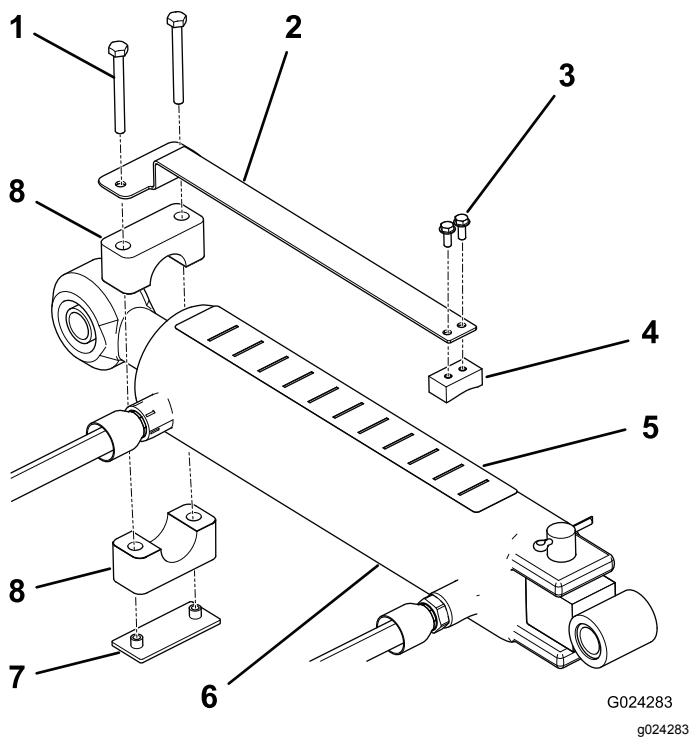

Figura 8
- Monte o medidor de profundidade no lado plano do bloco de deslocamento com dois parafusos (n.º 10 x ½ pol.), posicionando os componentes como se mostra na Figura 8.
- Utilizando a braçadeira de tubo, placa soldada e dois parafusos ($\frac{1}{4} \times 2\frac{1}{2}$ pol.), monte, sem apertar, o medidor de profundidade na extremidade da barra do cilindro da articulação superior (Figura 8). Certifique-se de que as braçadeiras estão soltas o suficiente para permitir que sejam rodadas para a posição desejada.
- Coloque o autocolante de profundidade na parte superior do cilindro num local que seja visível a partir da posição do operador e que não interfira com os tubos hidráulicos ou outras obstruções (Figura 8). Alinhe a extremidade do autocolante com a letra "J" na direção do arejador.